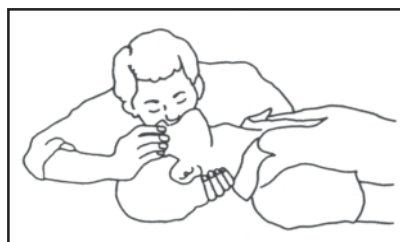

Figura 2
- Se la vittima non respira, iniziare immediatamente la respirazione artificiale (**Figura 2**): inclinare la testa, chiudere le narici, fare aderire la bocca a quella della vittima e praticare 4 respirazioni veloci.